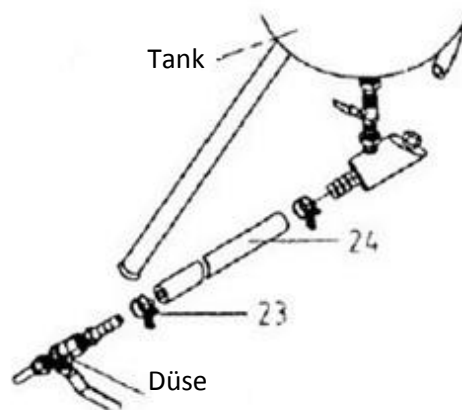

Abbildung 6
6. Informationen zum Verbinden des Sanddosierventils (Element 4) mit dem Düsenabsperrventil finden Sie in Abbildung 6 (Schritt 5). Platzieren Sie Schlauchschellen (23) über jedem Ende des Sandrohrs (24). Klemmen Sie ein Ende des Schlauches an den Sandauslassanschluss (22) und das andere Ende an den Adapter (25). Beide Schlauchenden sollten fest auf den Anschlüssen sitzen. Schieben Sie die Klemmen entlang des Schlauchs zu jedem Anschlussstück und ziehen Sie sie fest an, sodass das System dicht ist und einem Druck von 65–125 PSI standhält.